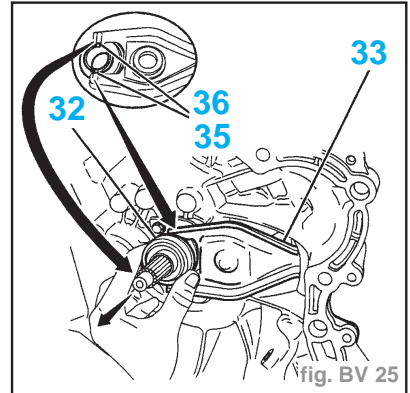

fig. BV 25
- Reposer l'ensemble fourchette (33) + butée (32) (fig. BV. 25).
- Manœuvrer la butée (32) afin de vérifier la mise en place des ergots (36) derrière les becs de fourchette (35).